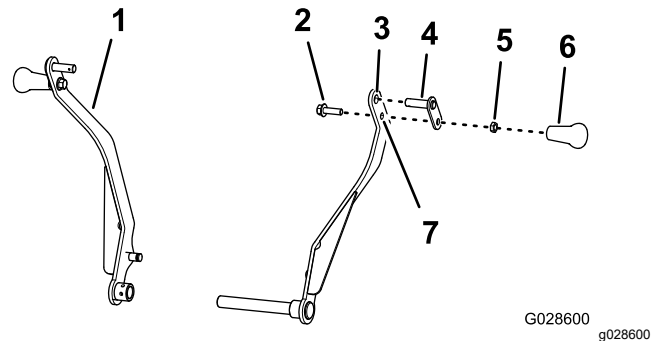

Figura 16
- Introduzca el pasador de giro a través del orificio superior en el brazo de sujeción (Figura 16).
- Monte el perno ($\frac{3}{8}$ " \times $1\frac{1}{4}$ ") a través del taladro inferior del brazo de sujeción y la pletina de retención del pasador de giro (Figura 16) con la contratuerca ($\frac{3}{8}$ "), y apriete la contratuerca a 15 – 17 N·m.
- Enrosque el pomo en el perno ($\frac{3}{8}$ " \times $1\frac{1}{4}$ "), y apriete el pomo contra la contratuerca a mano (Figura 16).
- Repita los pasos 1 a 4 en el otro brazo de sujeción (Figura 16).